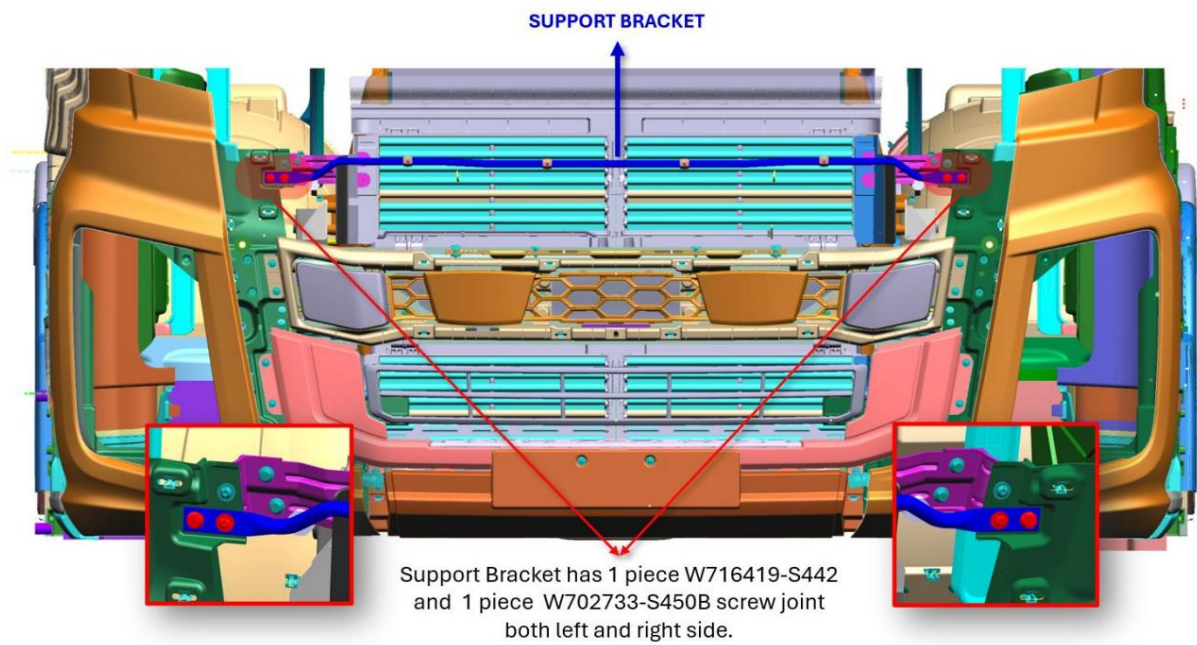

Figure 5 : Retrait du support.
9. Desserrez les boulons de connexion situés aux extrémités droite et gauche du support JC46-17118-A\* et retirez la pièce. (Figure 5)